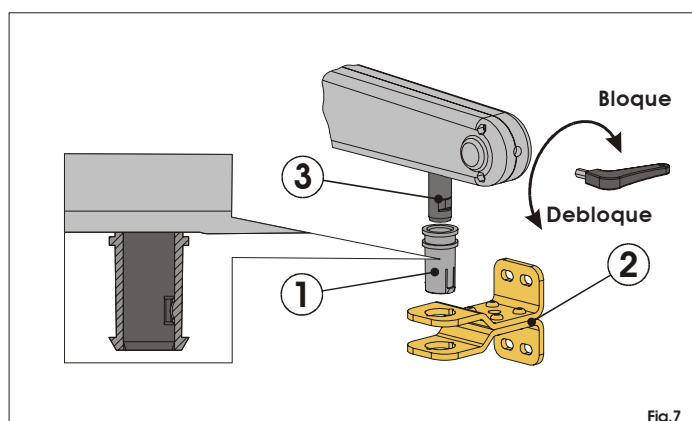

Fig.7
- Vérifier que l'axe (Fig. 7 Réf. 3) est contre la partie antérieure de l'opérateur; dans le cas contraire, tourner la clé de déverrouillage, introduite dans son logement (Fig. 7), en sens horaire jusqu'au bout de sa course.
- Tourner la clé de déverrouillage de 6-7 tours en sens inverse horaire d'après la Fig. 7.
Introduire la douille (Fig. 7 Réf. 1) dans la patte d'attache antérieure (Fig. 7 Réf. 2). L'arrêt mécanique sur la douille devra coïncider avec la rainure de l'axe de l'opérateur. Introduire l'axe (Fig. 7 Réf. 3) dans la douille.